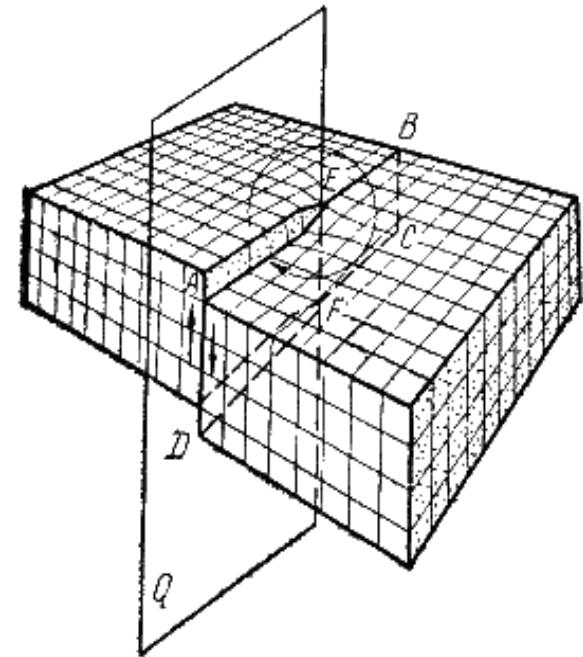

Рис. 8. Механизм образования винтовой дислокации
- Получена за счет частичного сдвига по плоскости Q вокруг линии EF (рис. 8)